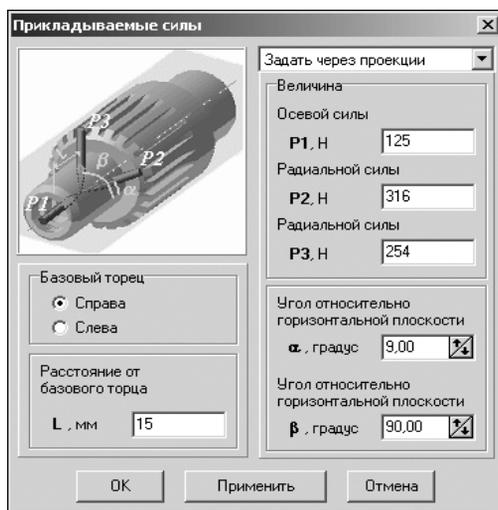
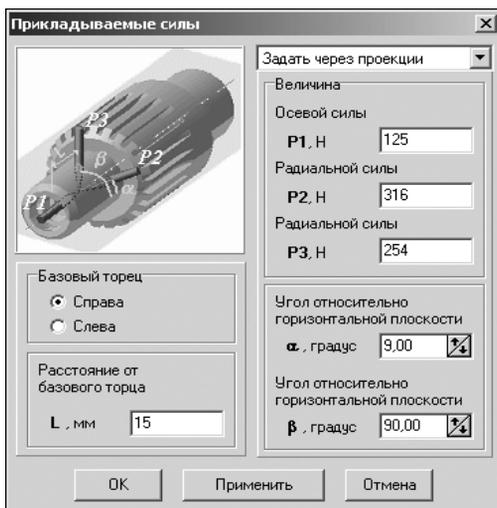

Рис. 6.1.
Рис. 6.2.
Чтобы приложить к активной ступени вала радиальные и (или) осевые нагрузки, щелкните левой клавишей мыши кнопку вызова меню сил и моментов (см. рис. 2.2 на с. 19). В развернувшемся меню выберите команду **Радиальные и осевые силы**. На экране появится окно **Прикладываемые силы** (рис. 6.1).
1. Чтобы задать нагрузку через проекции, нажмите кнопку с черным треугольником, расположенную в правой верхней части окна **Прикладываемые силы** (рис. 6.1). Из раскрывшегося списка выберите строку **Задать через проекции**.
1. Чтобы задать нагрузку через вектор сил, нажмите кнопку с черным треугольником, расположенную в правой верхней части окна **Прикладываемые силы** (рис. 6.1). Из раскрывшегося списка выберите строку **Задать через вектор**. Окно **Прикладываемые силы** изменит свой вид и будет выглядеть так, как показано на рис. 6.2.